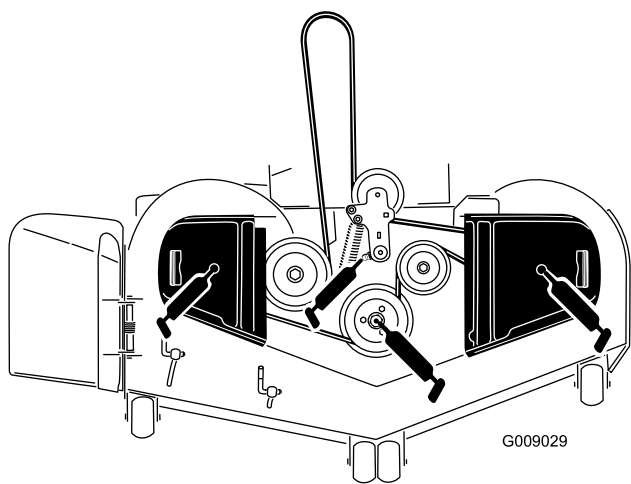

Figure 46
3. Graissez le pivot de la poulie de tension du tablier de coupe jusqu'à ce que la graisse ressorte par le bas (Figure 46).
4. Lubrifiez les roulements des 3 axes jusqu'à ce que la graisse ressorte (Figure 46).